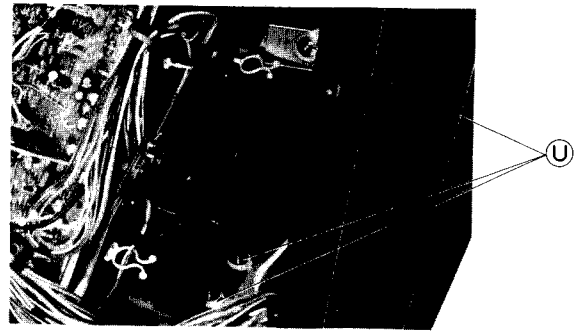

Fig. 18 Abb. 18
- a. Remove 3 screws (⓪) in fig. 18. (Right side)
- a. Die 3 Schrauben (⓪) in Abb. 18 entfernen. (Rechte Seite)